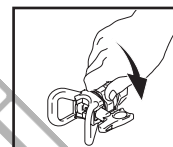

Fig. 19
4. Însurubați ansamblul pe pistol. Strângeți. (Fig. 19)